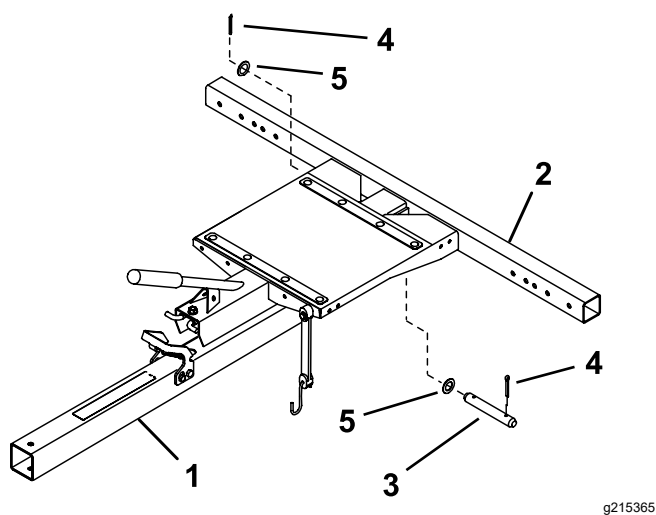

Figura 1
1. Inserite il gruppo timone nel gruppo telaio allineando i fori di montaggio posteriori (Figura 1).
2. Fissate il gruppo timone al gruppo telaio servendovi di un perno con testa, due rondelle e due coppiglie (Figura 1).